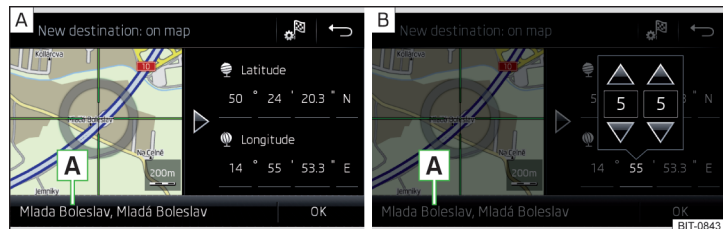

Fig. 173 Inserimento della destinazione: tramite il punto sulla cartina / con l'ausilio delle coordinate GPS
- Toccare lo schermo per spostare la destinazione desiderata nel reticolo » fig. 173 - [\[A\]](#).
- Toccare i valori della coordinata GPS e impostarli » fig. 173 - [\[B\]](#).
Se nei dati di navigazione dell'Infotainment sono disponibili informazioni sul punto inserito, queste vengono visualizzate al posto delle coordinate GPS (ad es. indirizzo [\[A\]](#) » fig. 173).